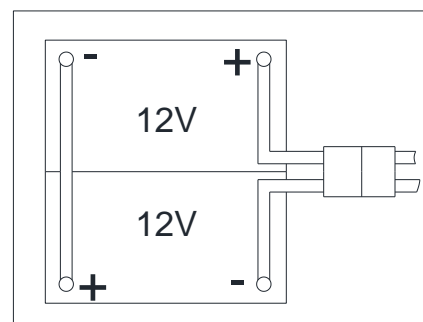

Figura 3
A máquina precisa de duas baterias de 12V, ligadas de acordo com o diagrama (Figura 3).
1. Abra a capa do tanque de recuperação (1) e verifique se o tanque (25) está vazio; se não estiver, esvazie-o com a mangueira de drenagem (22).
2. Feche a capa do tanque de recuperação (1).
3. Gire o tanque de recuperação (25) cuidadosamente.
5. Encaminhe e instale o cabo da bateria como mostrado na (Figura 3), e aperte a porca em cada terminal da bateria.
6. Coloque a capa de proteção em cada terminal e ligue o conector da bateria (54).
7. Baixe cuidadosamente o tanque (25).